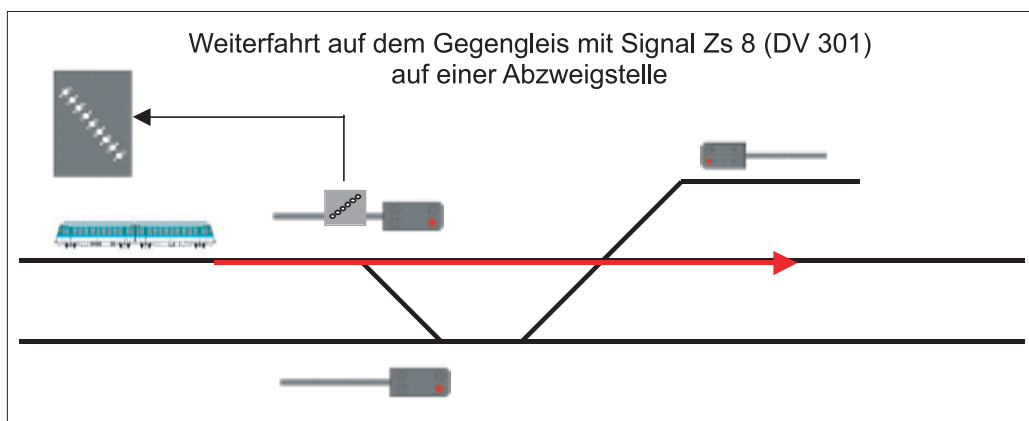

Abbildung 19: Weiterfahrt auf dem Gegengleis mit Signal Zs 8 (DV 301) auf einer Abzweigstelle.
- Soll auf einer Abzweigstelle auf dem Gegengleis weitergefahren werden, wird dem Triebfahrzeugführer an einem Blocksignal, das sich links neben oder über dem Gegengleis befindet, das Signal Zs 8 (DV 301) angezeigt (Abbildung 19).